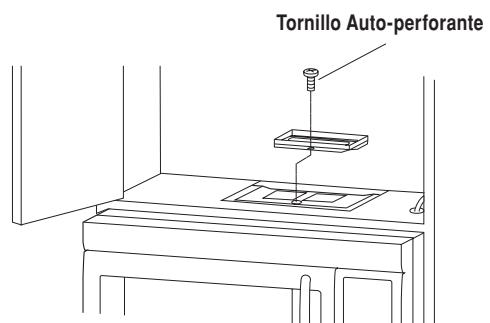

Figura 17
- Después de montar el horno, sujeté el Regulador de Succión de Extracción a la cubierta del ventilador ubicada en la parte superior del horno. Para sujetar el Regulador de Succión de Extracción, remítase al capítulo "MONTAJE DEL HORNO EN LA PARED", página 6 Figura 17.